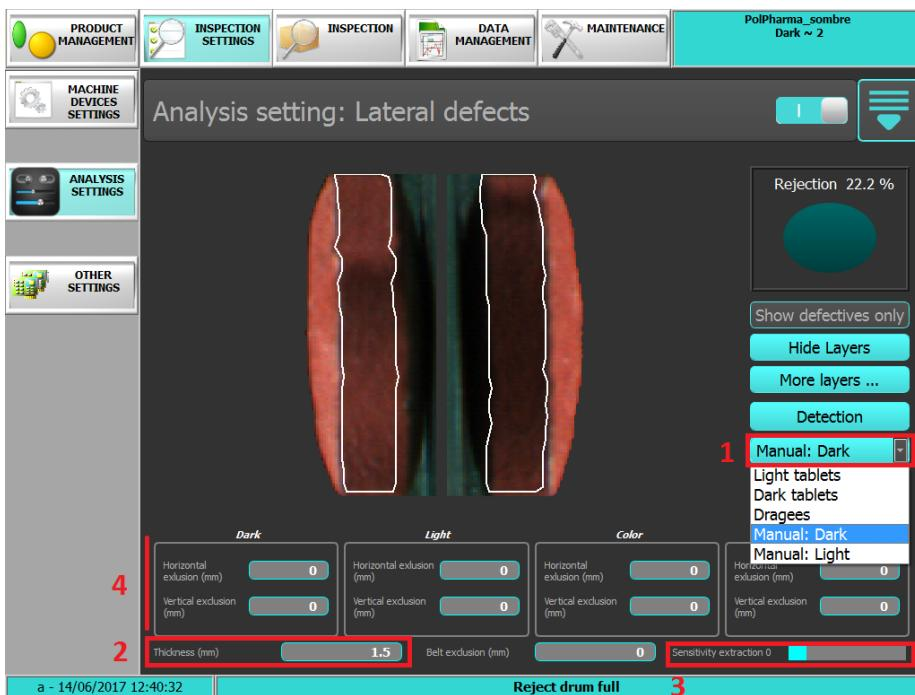

FIGURE 8.12 – Extraction de la tranche d'un comprimé sombre avec la méthode **Manual : Dark**
- Sélectionner **Manual : Dark** dans la liste déroulante, voir Fig. 8.12-step 1
- Mesurer la tranche du comprimé au pied à coulisse et rentrer la valeur mesurée dans le paramètre **Thickness**, voir Fig. 8.12 step 2. Le comprimé utilisé dans cet exemple a une épaisseur de 1.5mm, le paramètre **Thickness** doit être à 1.5mm. Ce paramètre permet de décaler le contour extrait sur la partie saturée de 1.5mm.
- Placer le curseur **Sensitivity Extraction** à **0**, voir Fig. 8.12 step 3. Ce paramètre sert à ajuster le seuillage appliqué à la partie supérieure saturée du comprimé, il permet de décaler le contour saturé vers la partie lumineuse.
- Ajuster les valeur de zones d'exclusion selon les besoins de détection, voir Fig. 8.12 step 4. Le paramètre **Belt Exclusion** peut également être utilisé